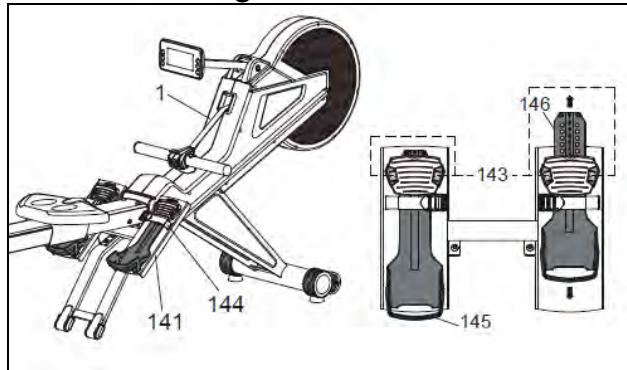

Fig.9
Introduzca la clavija de enganche (m) del transformador (113) en el punto de conexión (n), del cuerpo central (1), (parte trasera inferior) y conecte el transformador de corriente a la red de 220 V / 60Hz, Fig.9.